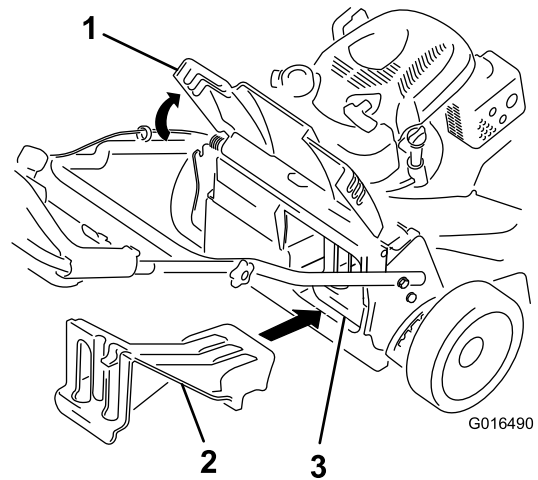

Figura 24
- Si el tapón de descarga trasera no está instalado, sujételo por el asa, eleve el deflector trasero e introdúzcalo en el conducto de descarga trasera hasta que el enganche encaje en su sitio; consulte Figura 24.
Importante: Asegúrese de que el tapón de descarga trasera está colocado antes de reciclar los recortes (Figura 24).